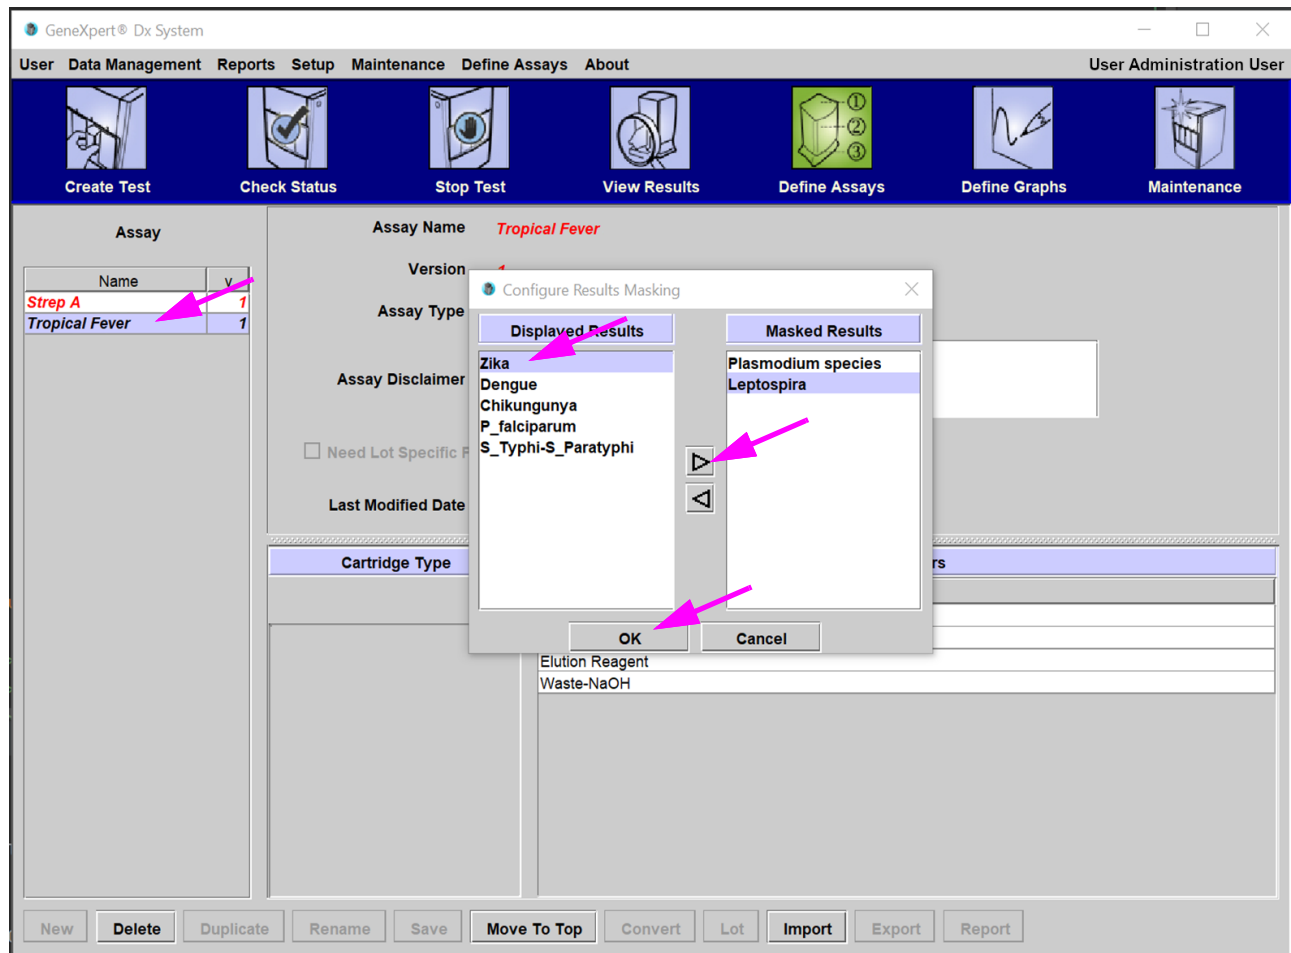

Figura 5-28. Ecranul Definire analize (Define Assays) cu ecranul suprapus Configurare mascare rezultate (Configure Results Masking)
Se afișează ecranul Definire analize (Define Assays) (a se vedea Figura 5-28).
3. Faceți clic pe **Configurare mascare rezultate (Configure Results Masking)** (a se vedea Figura 5-28).
4. Apare ecranul suprapus Configurare mascare rezultate (Configure Results Masking) (a se vedea Figura 5-28). Ecranul suprapus Configurare mascare rezultate (Configure Results Masking) include două coloane, Rezultate afișate (Displayed Results) și Rezultate mascate (Masked Results). Orice rezultat din coloana Rezultate afișate (Displayed Results) va fi afișat în rezultatele finale ale testului. Rezultatele din coloana Mascate (Masked) nu vor fi afișate în rezultatele finale ale testului.